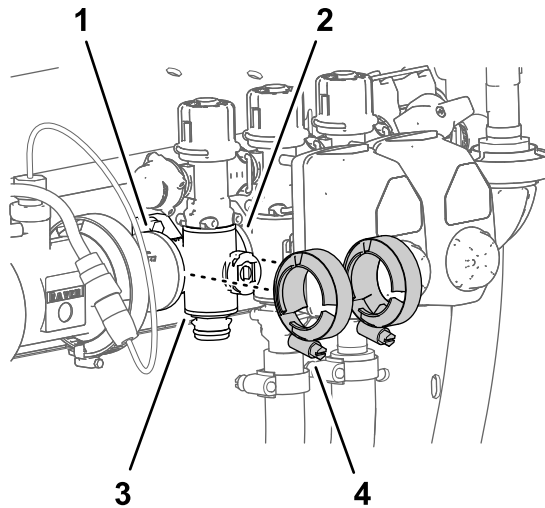

Figure 134
4. Fixez légèrement les colliers bride que vous avez déposés à la section Dépose de la valve de collecteur de section \(page 91\) sur les brides du collecteur de vanne de section et les brides des autres vannes de section et/ou adaptateur de raccordement (Figure 134).
7. Serrez les 2 colliers bride à la main (Figure 134).